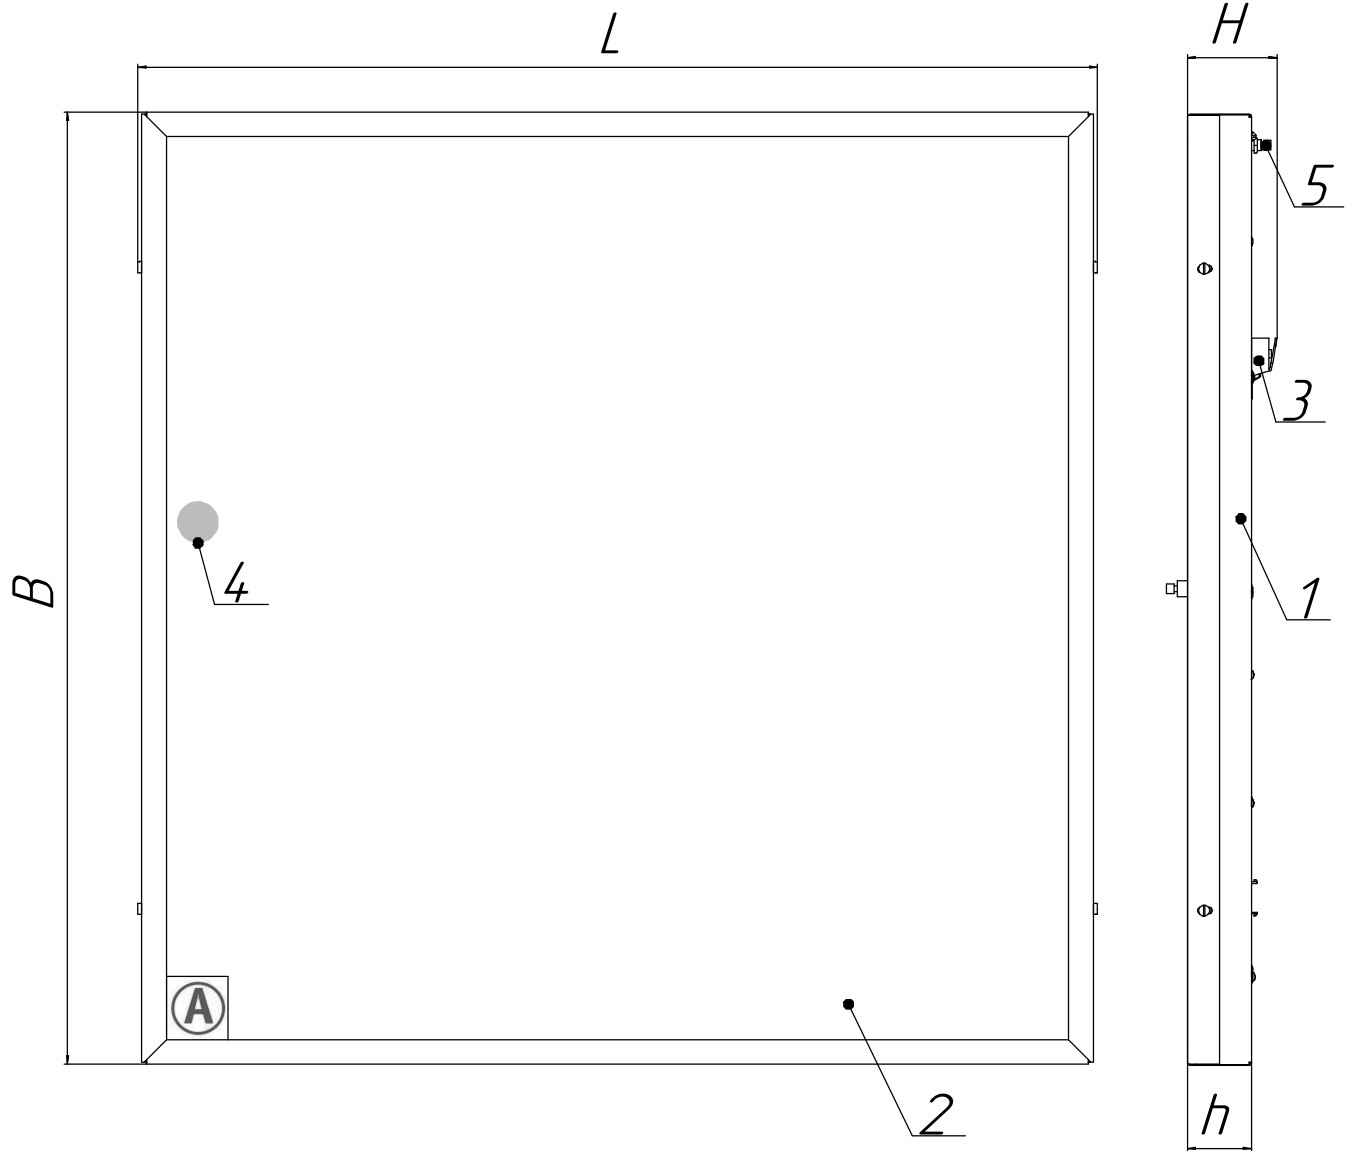

Рисунок 1 - Общий вид светильника серии ДВО12 ЕМ
5.6 Подайте напряжение питания по некоммутированной сети освещения. Индикатор заряда (см. рисунок 1, 3) должен засветиться. Если индикатор заряда не засветился, то необходимо проверить правильность подключения светильника. Затем подайте напряжение питания по коммутированной сети освещения. Если светильник не светит, то проверьте правильность его подключения.